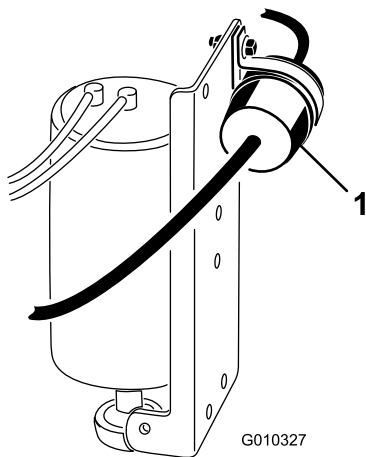

Figura 44
2. Coloque un recipiente limpio debajo del filtro de combustible (Figura 44).